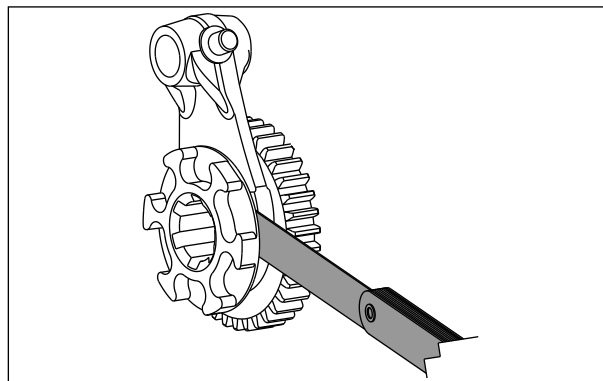

Fig. 3.156
- Utilizando um calibre de lâminas, verifique a folga entre o garfo seletor e sua ranhura de assentamento na engrenagem. (Fig. 3.156) Se a folga exceder o limite de uso, determine se a engrenagem ou o garfo seletor devem ser substituídos por novos.